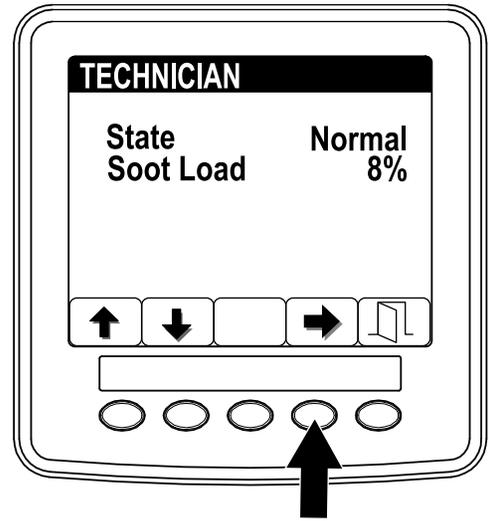

Figure 8
- Reportez-vous au tableau de fonctionnement du FAP pour comprendre l'état actuel de fonctionnement du FAP (Figure 8).